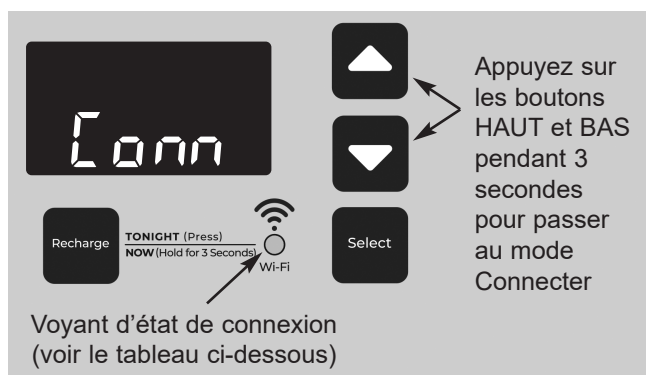

FIG. 30
3. Sur le panneau avant de l'adoucisseur (cf. Fig. 30), appuyez en même temps sur les boutons  $\triangle$  HAUT et  $\nabla$  BAS pendant 3 secondes.
4. Relâchez les boutons lorsque « Conn » apparaît à l'écran (cf. Fig. 30) et le voyant jaune de l'état connexion commence à clignoter.